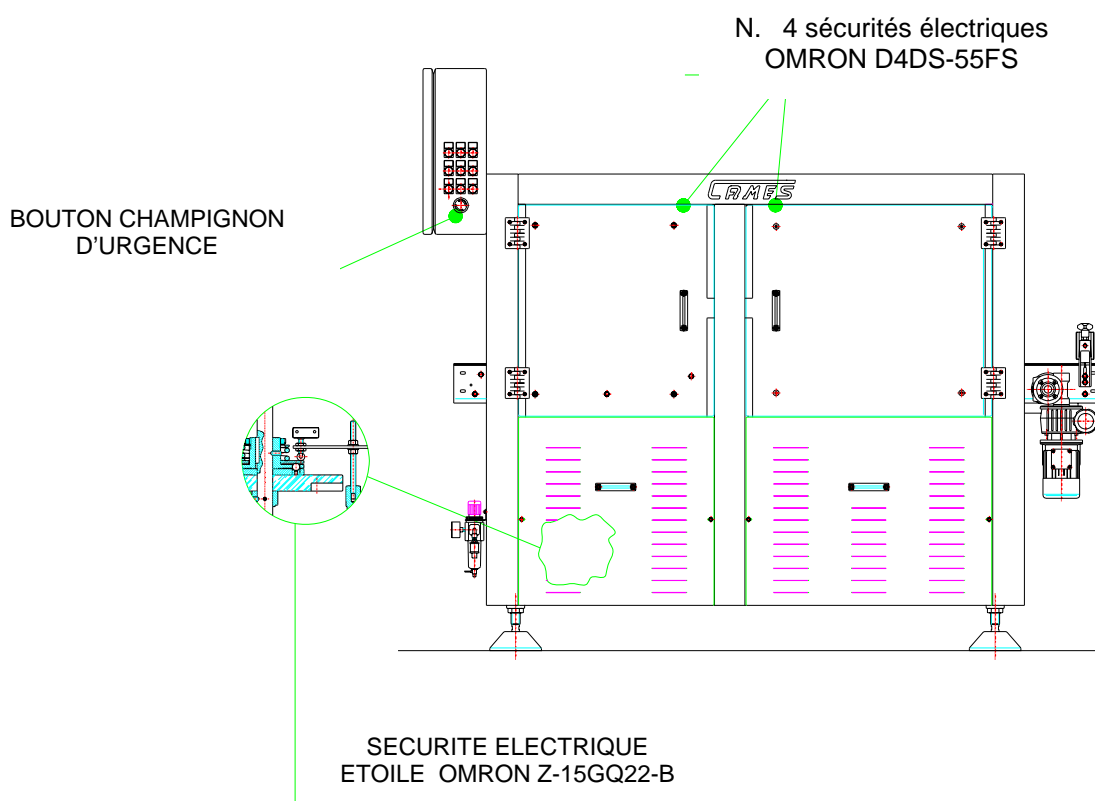

Fig.6
- L'accès aux parties de la machine renfermées dans les cabines de protection en plexiglas, possible par les portes indiquées dans la Fig. 6 , provoque l'arrêt du cycle au moment de l'ouverture (sécurité électrique type "OMRON" D4DS-55FS).
L'arrêt peut aussi être provoqué par l'intervention de la sécurité de l'étoile entrée bouteilles (Pl.12) (Fig.6), il faut donc contrôler que celle-ci soit en phase et qu'il n'y ait pas d'anomalies.
Dans la Fig.6 sont indiquées les positions des sécurités électriques situées sur les accès aux parties ouvrantes et les sécurités électriques dans l'intérieur de la machine. En ouvrant les portillons en plexiglas on obtient l'arrêt immédiat du cycle.